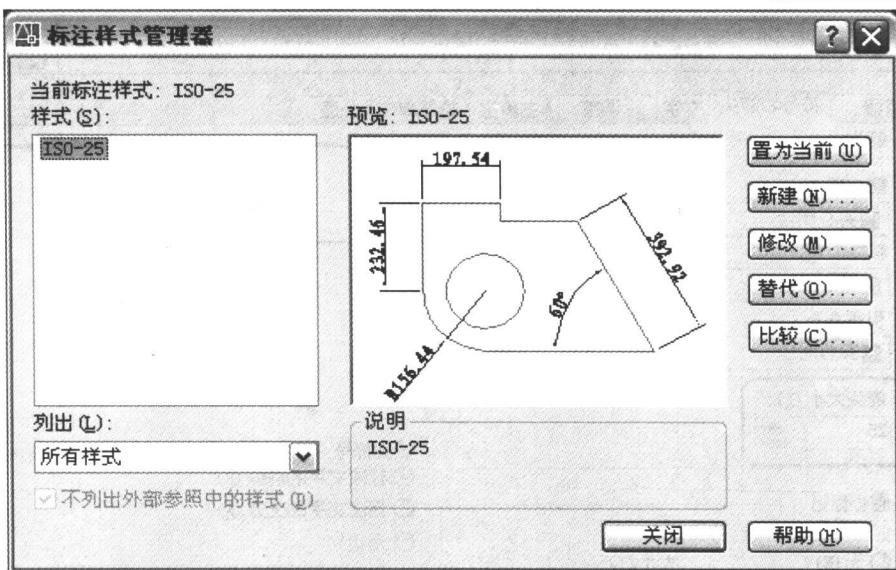

图 1-11
(11) 单击标注工具栏中的【标注样式】工具图标，系统弹出“标注样式管理器”对话框，如图 1-11 所示。